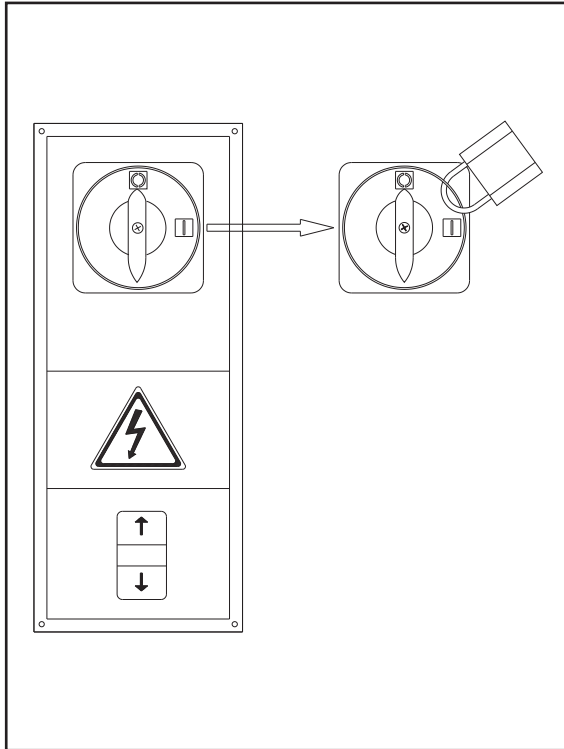

Fig.20- Abb.20
- l'interruttore generale sul quadro deve essere bloccato **IN POSIZIONE "0"** mediante un **LUCCHETTO** (Fig.20).
- the master switch on the panel must be locked to **POSITION "0"** with a **LOCKOUT** (Fig.20).
- l'interrupteur général du coffret de commande doit être bloqué **EN POSITION "0" au moyen d'un CADENAS** (fig. 20)
- Der Hauptschalter der Steuertafel muß **mittels eines SCHLOSSES auf 0** blockiert werden (Abb.20).
- vergrendel de hoofdschakelaar op het paneel in STAND '0' met een VERGREDELING (Fig. 20);